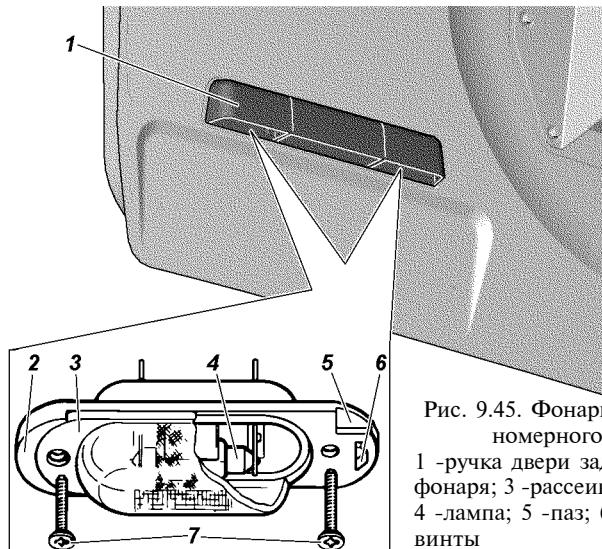

Рис. 9.45. Фонари освещения номерного знака:
**Фонари освещения номерного знака** установлены в ручке двери задка. Для замены лампы отверните винты 7 (рис. 9.45)